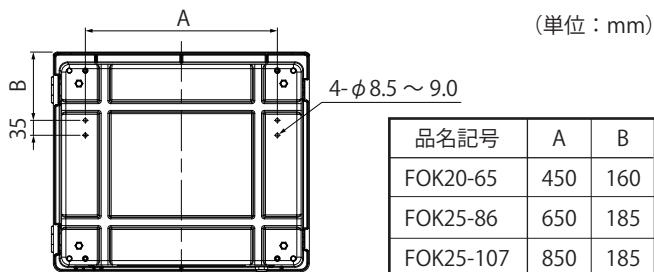

図1
2. ボデー背面に図1の取付ピッチで $\phi 8.5 \sim 9.0\text{mm}$ のドリルにて穴加工をしてください。